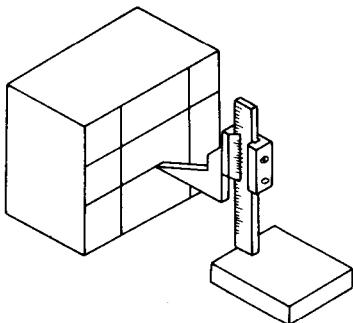

图 1-17 用划线盘或高度
③ 划线盘划垂直线 如图 1-17 所示, 将工件垂直立于划线平台上, 用角尺校正工件上已划好的线 (使工件上的线条和垂直与平台的直角尺身重合), 然后用划线盘或高度游标尺 (带有刻度的划线尺) 取所需的尺寸划水平线, 该线即为原划出线的垂直线。
④ 划相切圆弧线 划相切圆弧线, 要先划出中心线, 确定圆心, 然后再以一定的半径划圆弧。